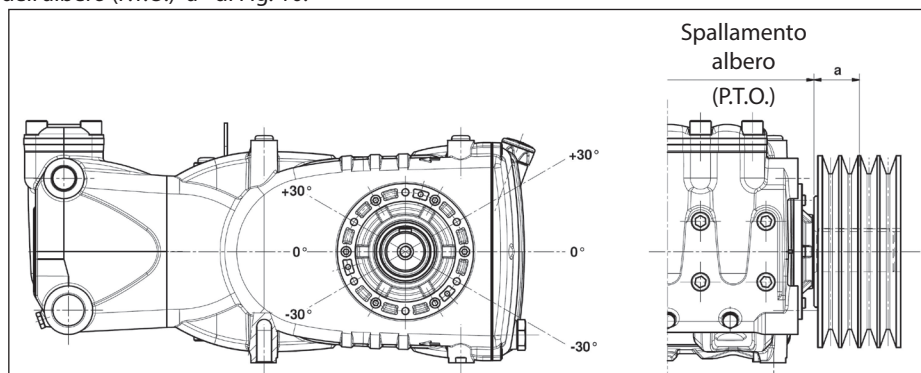

Fig. 10
La trasmissione è considerata adeguata se tale carico è applicato ad una distanza massima  $a=40$  mm dallo spallamento dell'albero (P.T.O) come indicato in Fig. 10.
- b) Utilizzare cinghie ad alto rendimento - per esempio **XPB** invece di **SPB** - in quanto risulterà necessaria una quantità inferiore di cinghie a parità di potenza trasmessa ed una conseguente distanza inferiore della risultante rispetto allo spallamento dell'albero (P.T.O.) "a" di Fig. 10.